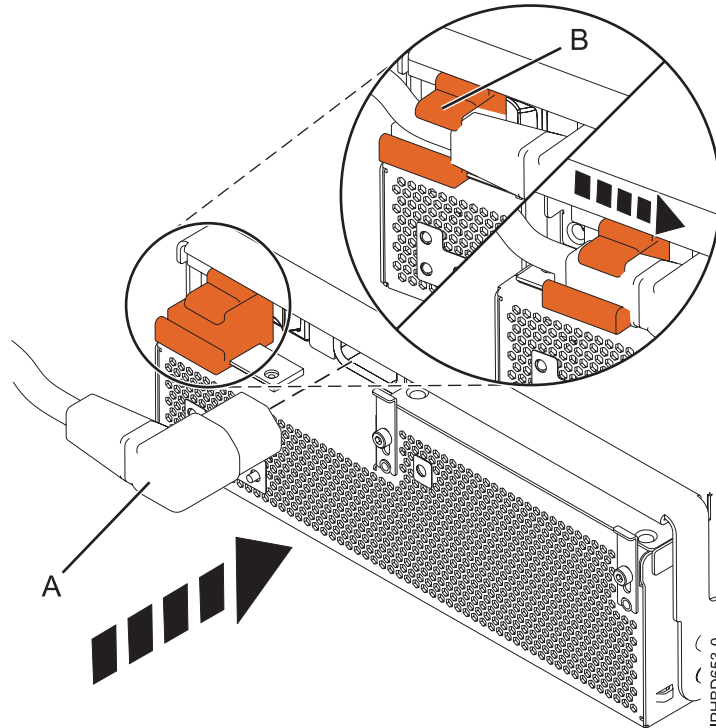

Figure 24. Raccordement du câble d'alimentation à l'avant de l'unité d'extension
7. Fermez la poignée de verrouillage (A) jusqu'à ce que l'alimentation électrique s'enclenche dans son logement.
8. Rebranchez le câble d'alimentation (A) à l'avant de l'alimentation électrique puis faites glisser le support de câble (B) en position fermée pour fixer le câble, comme indiqué à la figure 24. En plaçant le support en position fermée, vous mettez le système sous tension.